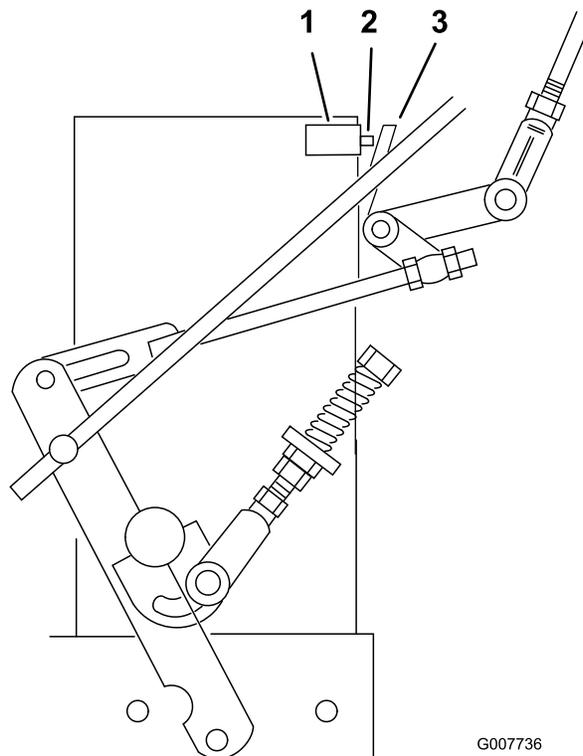

Figura 30
7. Verificate che il microinterruttore di sicurezza sia premuto e che tra l'aletta attuatrice e il microinterruttore vi sia uno spazio di 8 mm. (Figura 30).
8. Se necessario, regolate la posizione del microinterruttore in modo tale da ottenere uno spazio di 8 mm (Figura 30).